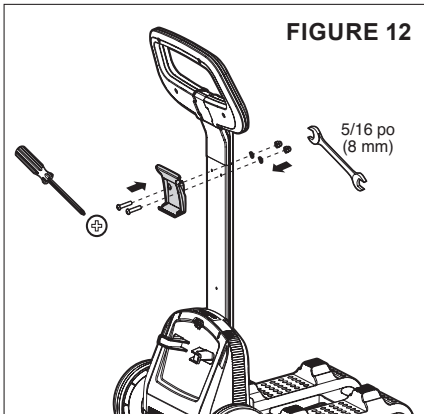

FIGURE 12
1. À l'aide des deux vis cruciformes les plus longues, de deux rondelles et de deux écrous de 5/16 po (8 mm) fournis avec le chariot, fixez l'attache du bloc d'alimentation au support de la poignée. Voir **Figure 12**.